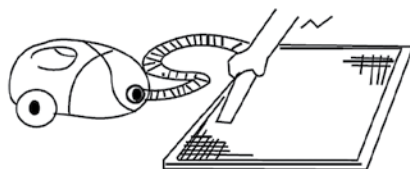

Рис. 1
3. Очистите фильтр с помощью пылесоса. Если фильтр сильно загрязнен, сполосните его водой. Рис. 1, 2.